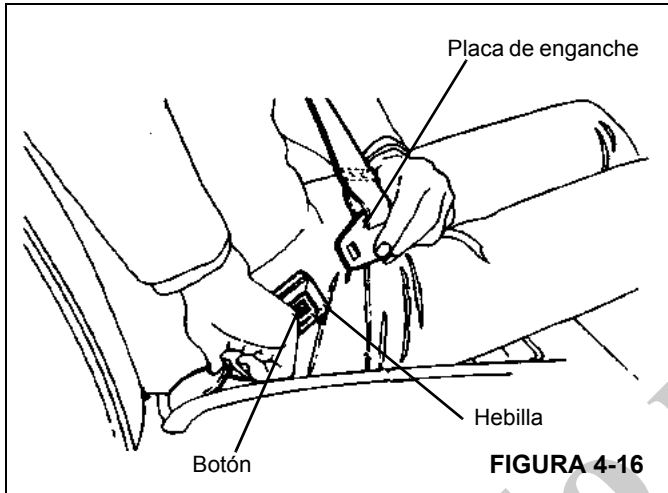

FIGURA 4-16
2. Tire del cinturón, crúzelo por delante de la falda, y enganche la placa en la hebilla hasta que se oiga un chasquido (Figura 4-16).